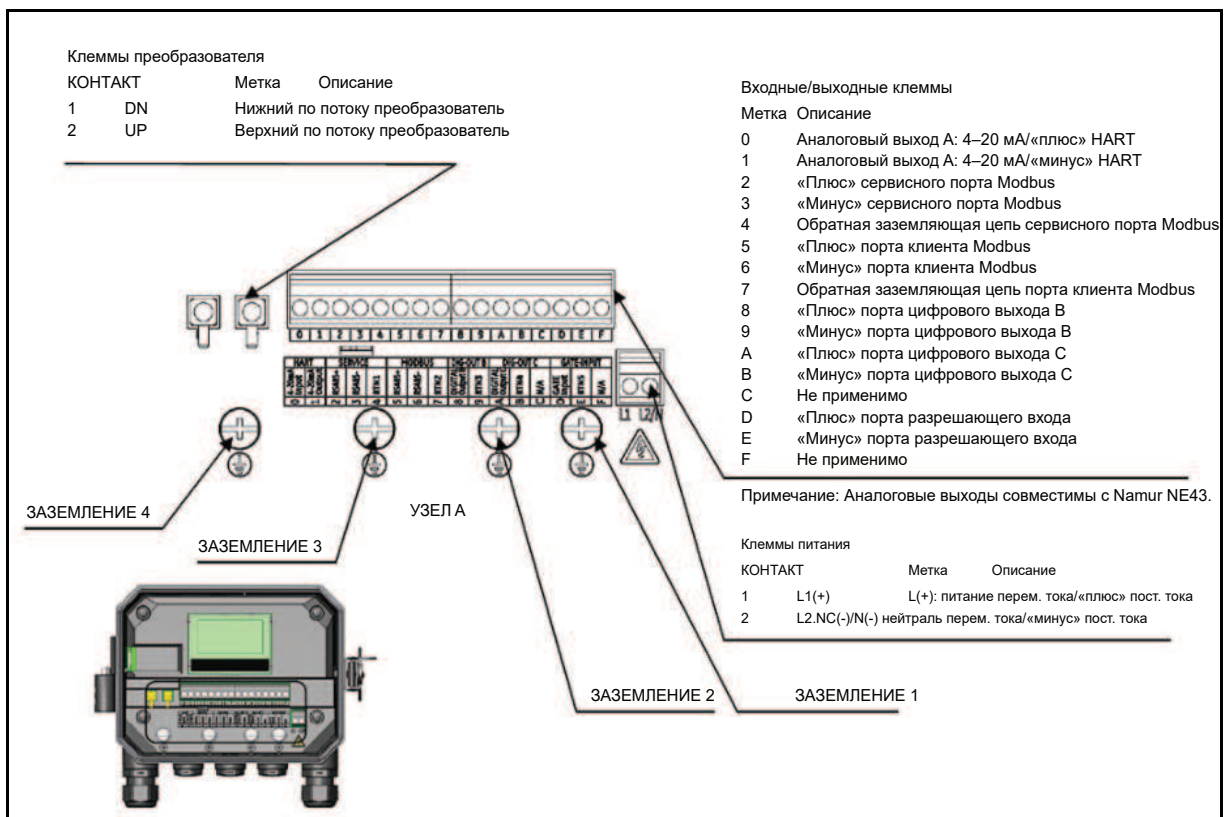
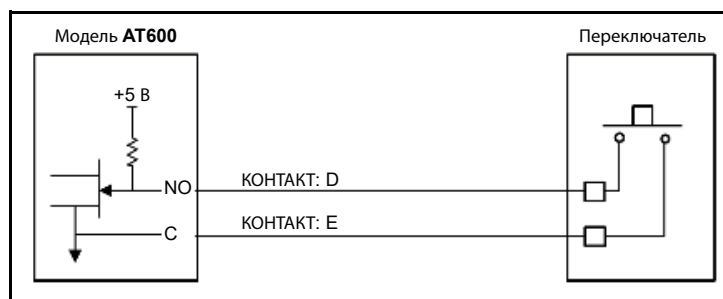

Рис. 23. Схема электрических соединений
Рис. 29. Подключение разрешающего входа
2. Подсоедините кабели питания и преобразователей к модулю AT600, как показано на Рис. 23 на стр. 19
Расположение клеммной колодки см. на Рис. 23 на стр. 19. Подключите питание в соответствии с инструкцией ниже.
2. Подключите заземляющий провод к внутренней точке заземления (ЗАЗЕМЛЕНИЕ 1), расположенной на нижней панели корпуса электронного модуля (см. Рис. 23 на стр. 19).
3. Подключите нейтральный провод цепи перем. тока (или отрицательный провод цепи пост. тока) к выводу L2/N(-) и провод цепи питания от сети перем.тока (или положительный провод цепи пост. тока) к выводу L1(+), как показано на Рис. 23 на стр. 19.
2. Подключите кабельный разъем с желтой оплеткой «DN» к DN, а разъем с белой оплеткой «UP» — к UP, как показано на Рис. 23 на стр. 19.
3. См. расположение входов/выходов клеммной колодки на Рис. 23 на стр. 19 и выполните подключение к клеммной колодке, как показано выше.
См. схему подключения последовательного порта RS485 на Рис. 23 на стр. 19 и выполните указанные ниже действия.
См. схему подключения разрешающего входа на Рис. 23 на стр. 19 и рис. 29 ниже и выполните следующие действия.